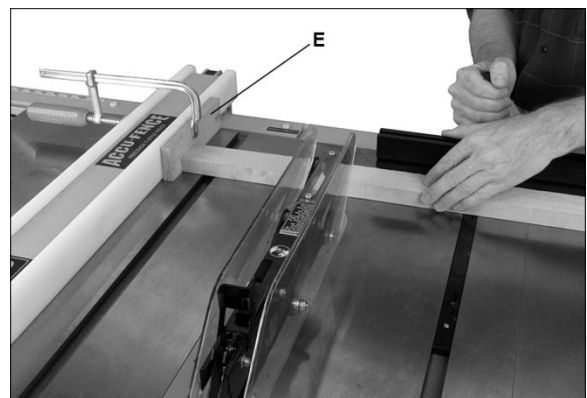

Figure 9-8
- ❑ N'utilisez pas de jauge à onglets et de guide longitudinal dans la même opération, à moins qu'il ne soit prévu d'utiliser une plaque de protection sur le guide pour libérer la section à couper de la pièce à travailler avant le début de la coupe (voir Figure 9-8).
Une coupe transversale ne devrait **jamais** être effectuée à main levée, et le guide ne doit jamais être utilisé comme butée à moins qu'un bloc auxiliaire (E, Figure 9-8) ne soit installé à l'avant de la lame de façon à ce que la pièce coupée se détache du bloc avant le début de la coupe.